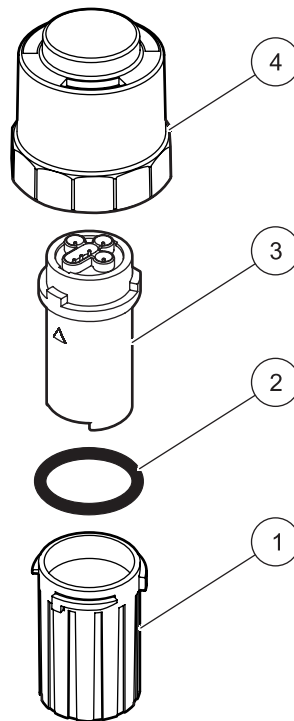

Abbildung 6 Aufbewahrungsbehälter für die Sensorkartusche1
2. Öffnen Sie den Deckel des Aufbewahrungsbehälters (siehe Abbildung 6 auf Seite 13).